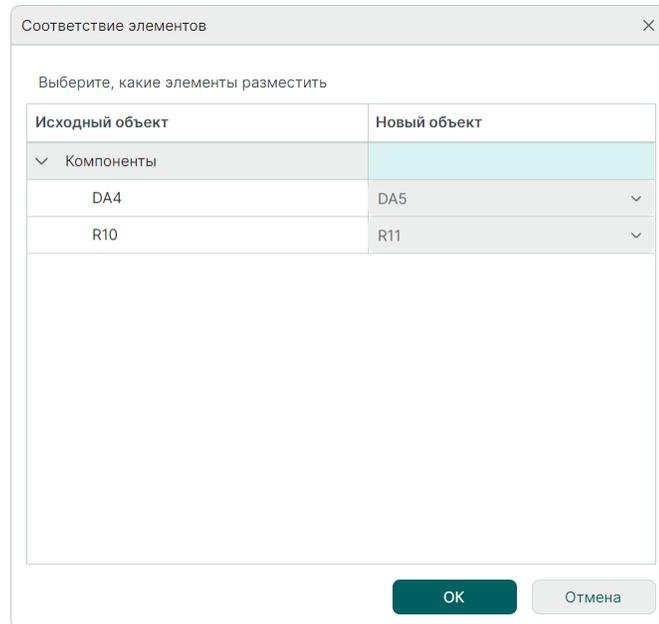

Рис. 461 Выбор компонента, соответствующего копии посадочного места
4. Выберите в окне «Соответствие элементов» компонент, которому будет соответствовать размещаемая копия посадочного места компонента, и нажмите кнопку «ОК», см. Рис. 461. При одновременном копировании нескольких посадочных мест соответствие должно быть установлено для каждого из них.